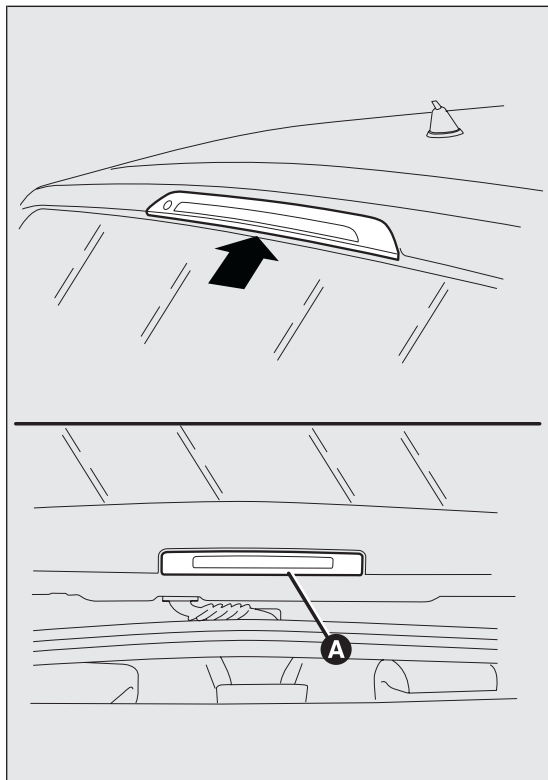

fig. 170
- ☐ rimuovere la copertura A fig. 170;
- ☐ rimontare la copertura A fig. 170 e successivamente chiudere il bagagliaio.